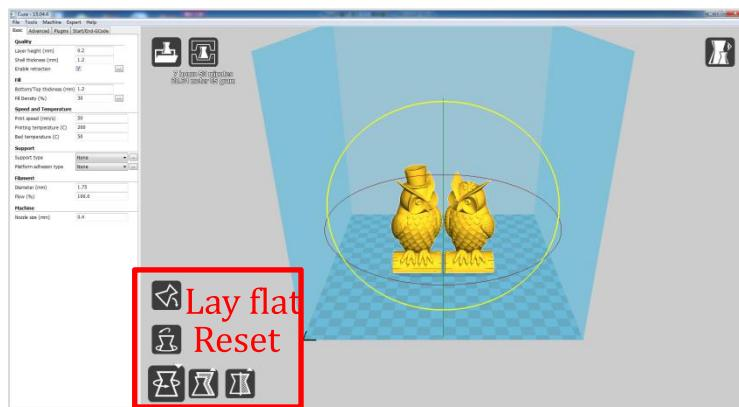

図 21
- (3) モデルの移動：モデルを左クリックしたままドラッグすることでモデルを移動することができます。モデルを左クリックすると画面左下にいくつかのアイコンが現れます(図21)。左から順番に「モデルの回転」「スケール」「ミラー反転」コマンドです。
- (4) モデルの回転：このアイコンをクリックすモデルの周りに3つのサークルが現れます（図21）回転させたい方向のサークルを選んで左クリックし、そのままドラッグすることでモデルを回転することができます。